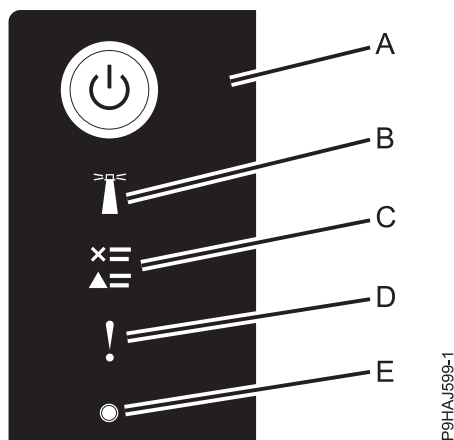

Abbildung 12. Anzeigen der Steuerkonsole
- Die Betriebsanzeige (A) (siehe folgende Abbildung) blinkt.
3. Drücken Sie den Netzschalter (A) auf der Steuerkonsole (siehe Abb. 12).